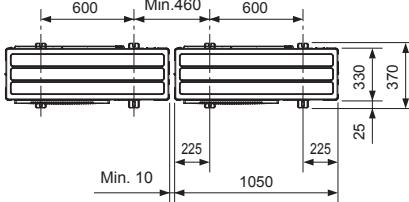

Fig. 3-1
- Sørg for å montere enheten på et solid, plant underlag. Det vil forhindre klapelyder under drift. (Fig. 3-1)